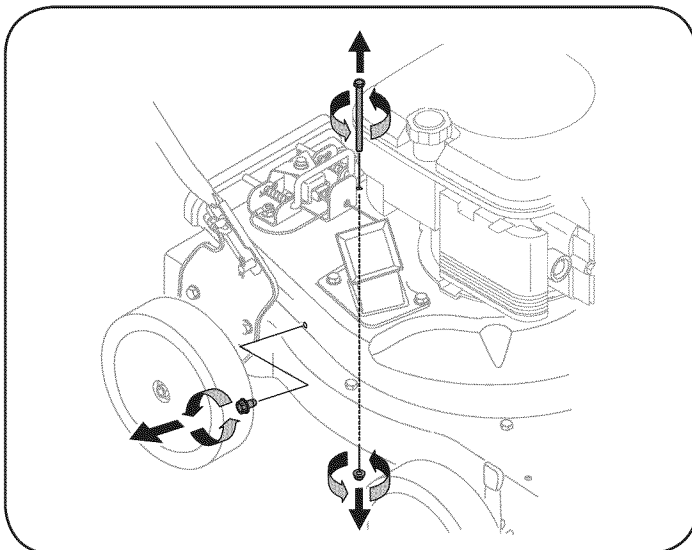

Figura 19
5. Saque el tornillo autosellante del lado derecho de la unidad que se une a la pantalla de desgranado. Vea la figura 19.
6. Saque el tornillo de cabeza hexagonal de la parte superior de la caja posterior cerca del soporte de montaje, y la tuerca de seguridad de la brida que une la pantalla de desgranado. Vea la figura 19.